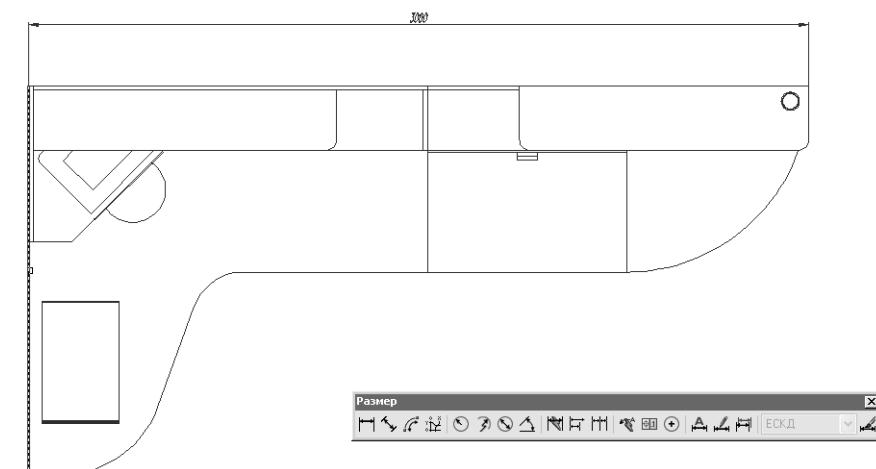

Рис. 11.10 ▼ Выбор объекта для создания его линейного размера
6. AutoCAD предложит выбрать объект, для которого нужно создать линейный размер. Щелкните на вертикальной линии, которая представляет на чертеже левую границу рабочей зоны (рис. 11.10).